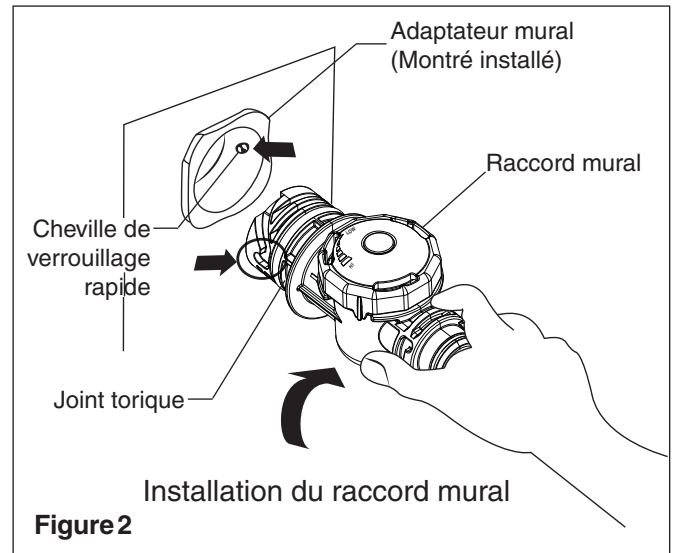

Figure 2
Voir la Fig. 2.
6. Alignez le raccord mural avec la cheville de verrouillage rapide à l'intérieur de l'adaptateur mural. Tournez de ¼ de tour dans le sens horaire pour verrouiller le raccord mural. **Tirez légèrement vers l'extérieur afin d'assurer un bon alignement pour engager les chevilles de verrouillage rapide.** Voir la Fig. 2.